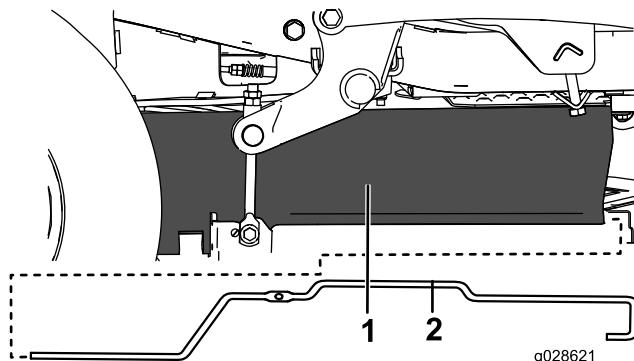

図 14
- 新しいサポートロッドをカーテンの内部に入れる 図 14。